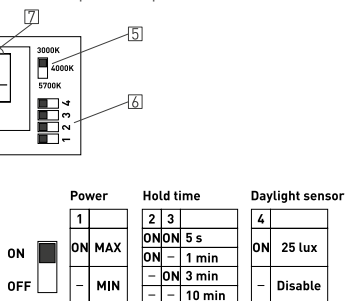

Рис. 2. Карта положения DIP-переключателей
- Для выбора режима руководствуйтесь картой положения DIP-переключателей (см. рис. 2). Алгоритм настройки следующий: а) определите требуемую мощность потребления от сети AC 230 В и установите необходимый режим переключателем 1; б) определите, через какое время должен отключаться светильник после выхода объекта из зоны обнаружения и выберите соответствующий режим переключателями 2 и 3; в) определите, требуется ли включать светильник при освещенности меньше 25 люкс (при наличии естественного или дополнительного освещения в помещении) — это позволит дополнительно экономить электричество в светлое время суток. В случае установки в помещениях без доступа естественного света лучше выбрать режим «не учитывать» переключателем 4.
- Включите питание светильника и проверьте его работоспособность. Светильник при подаче питания включится и отключится, перейдя в дежурный режим работы. Алгоритм работы светильника в дежурном режиме: при снижении уровня освещенности в месте установки светильника (выбирается переключателем 4, см. рис. 2) и появлении в контрольной зоне движущегося объекта светильник включается на определенное время (выбирается переключателями 2 и 3).